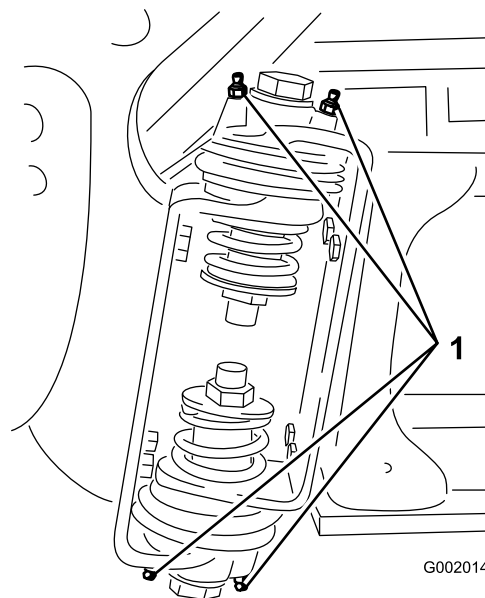

Рисунок 45
2. Закачайте консистентную смазку в подшипник или втулку через каждую масленку Рисунок 45.